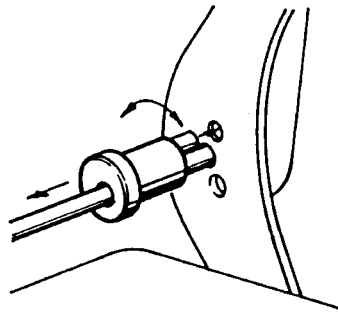

Abb. 1
- Die "Aushängläufer", wie in Abb. 1 gezeigt, anbringen. Dabei ist sicherzustellen, daß der Metallbolzen des Läufers in die Öffnung des äußeren Hebels eingesteckt wird, um dessen Drehung zu blockieren.